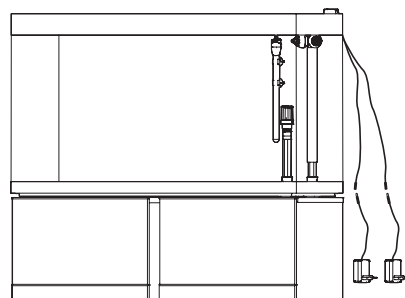

Рис. 9
- Присоедините осветительное устройство к светодиодному трансформатору с помощью соединительного элемента (рис. 9).